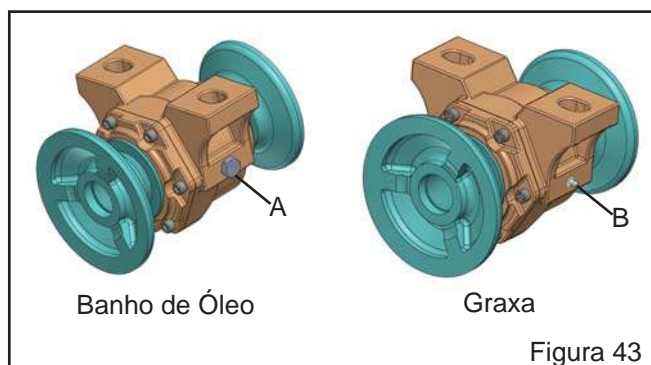

Figura 43
- Verifique o nível de óleo através do bujão "A" (Figura 43).
Nos mancais Standard com lubrificação a graxa, verifique as condições da graxeira "B" (Figura 43).